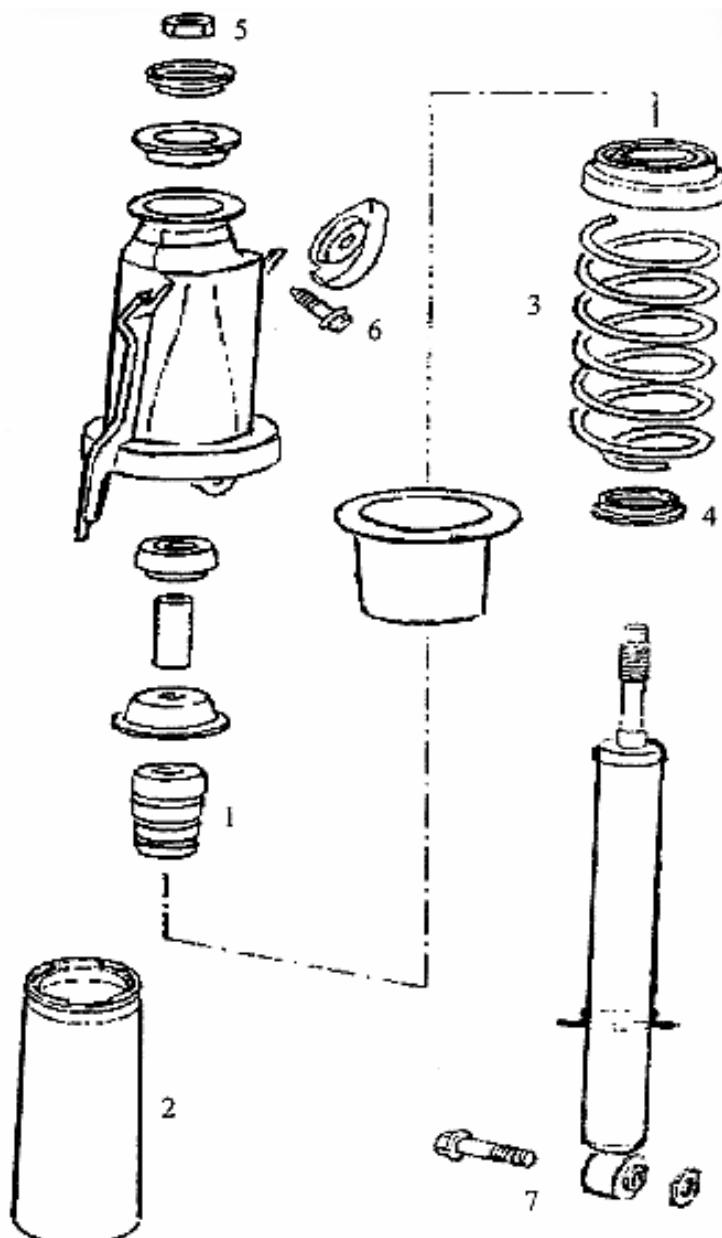

Fig. 1:
- Fig. 1 Nivomateinheit ausbauen. (Nivomat mit Feder und Träger)
- Fig. 1 Remove the Nivomat unit (Nivomat with spring and support).
- Fig. 1 Déposer l'appareil Nivomat. (Nivomat avec ressort et support).
- Fig. 1 Desmonte la unidad Nivomat (Nivomat inclusive el muelle y el porta muelles)